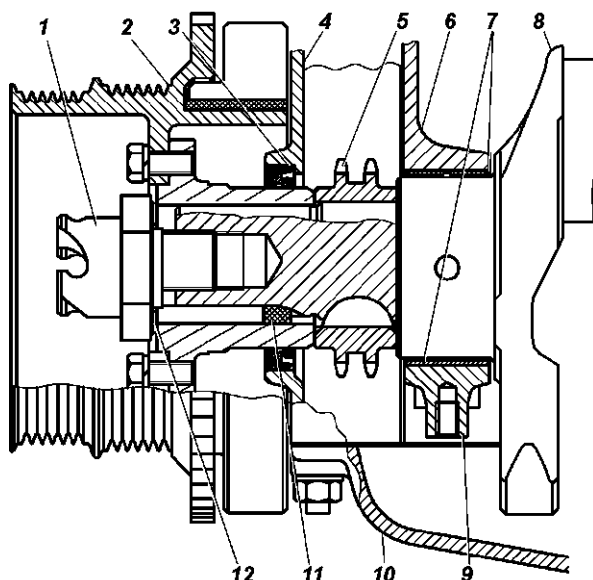

Рис. 4.34. Передний конец коленчатого вала:
- выньте коленчатый вал в сборе со звездочкой 5 (см. рис. 4.34);